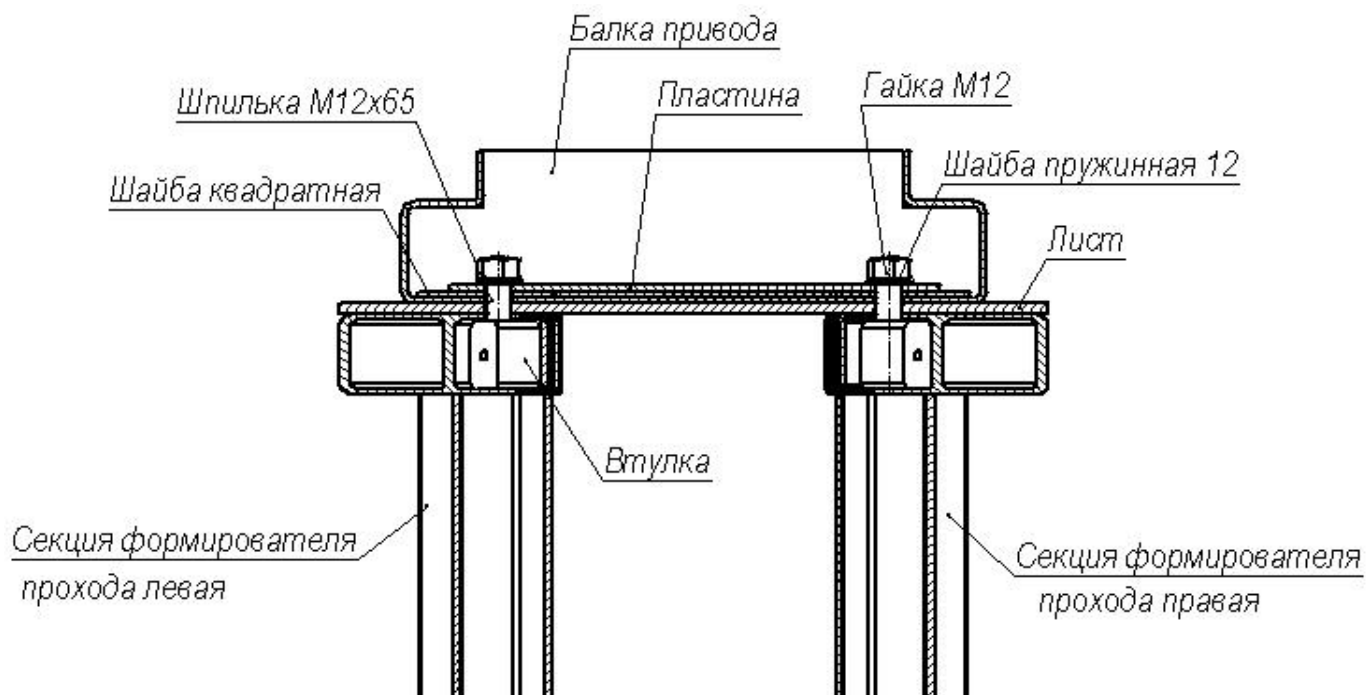

Рисунок 10 – Крепление балки привода (13) к секциям (6) и (7) формователя прохода
8.2.14 Наденьте другой конец балки на две шпильки, выступающие из листа (12) (п. 8.2.5), наденьте на шпильки две квадратные шайбы\*, на шайбы — пластину\*, а затем две пружинные шайбы 12 и зафиксируйте положение балки двумя гайками M12 (см. рисунок 10). Затяните гайки на всех четырёх шпильках, крепящих балку привода. Усилие затяжки гаек – предварительное.